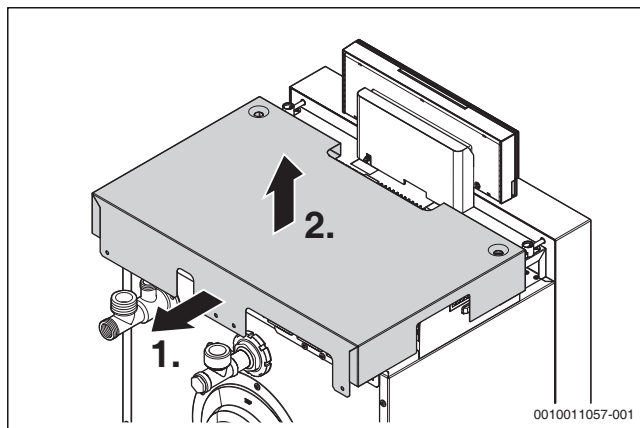

Bild 21 Kesselhaube abnehmen
- Kesselhaube 2...3 cm nach hinten ziehen (→ Bild 21) und nach oben abnehmen. Dabei die vordere seitliche Umkantung leicht nach außen ziehen.